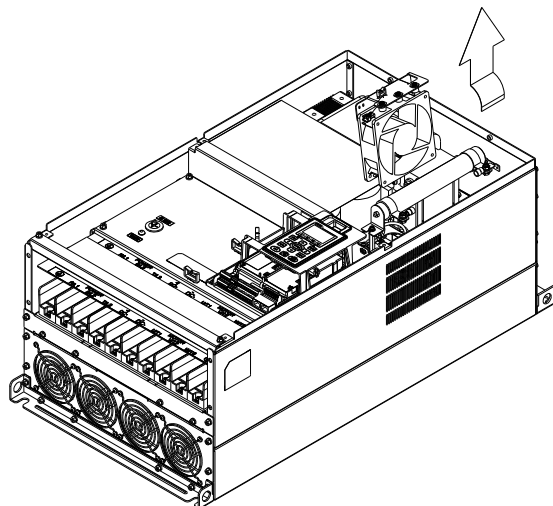

图 4
3. 将螺丝卸下后，即可取出风扇。螺丝扭力值：12~15 kg-cm / [10.4~13 lb-in.] / [1.2~1.5 Nm]（如图 3 及图 4 所示）